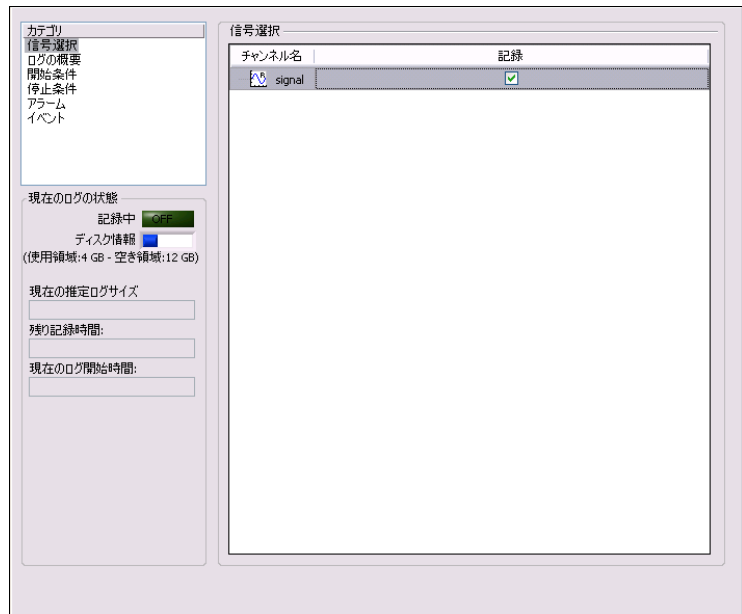

図 4-3 信号選択
3. 図 4-3 のように、正弦波の**記録**列にチェックマークを付けます。